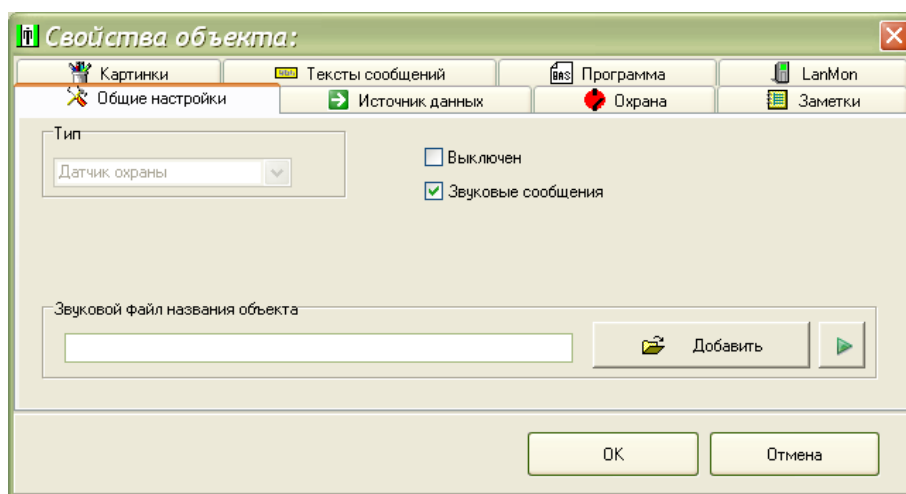

Рисунок 18
2) На вкладке «Общие настройки» установить галочку разрешения формирования звуковых сообщений. Снять галочку «Выключен» (рисунок 18).